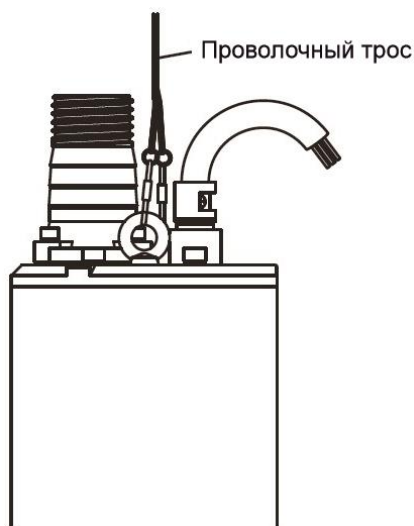

Рис.5 Подвешивание насоса.
2.4.5.5. При подвешивании насоса (Рис.5) для его подъёма или опускания прикрепите к рым-болту насоса трос или цепь.